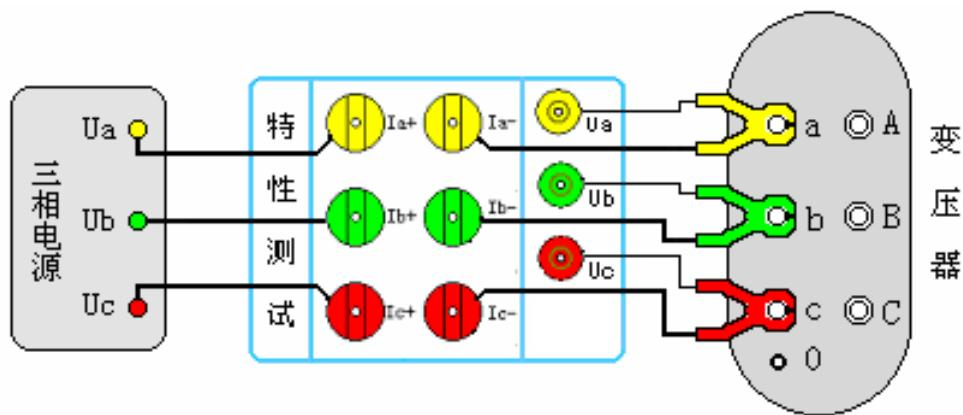

图 25、三相电源测量变压器空载损耗
(2). 三相电源测量变压器的空载损耗：将变压器的非测试端开路，按图25方式接线：